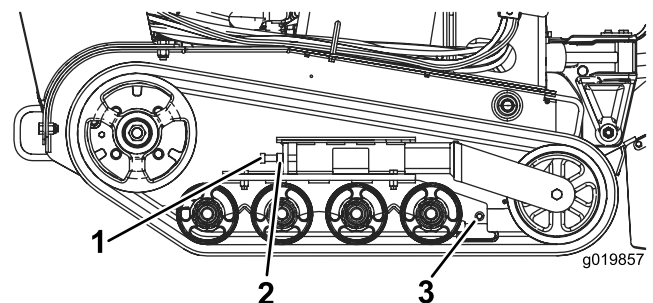

Figura 48
3. Afloje la contratuerca del perno tensor de la oruga (Figura 48).
4. Apriete el perno tensor a 32,5–40,7 N·m para tensar la oruga (Figura 48).
4. Afloje el perno tensor y la contratuerca (Figura 48).